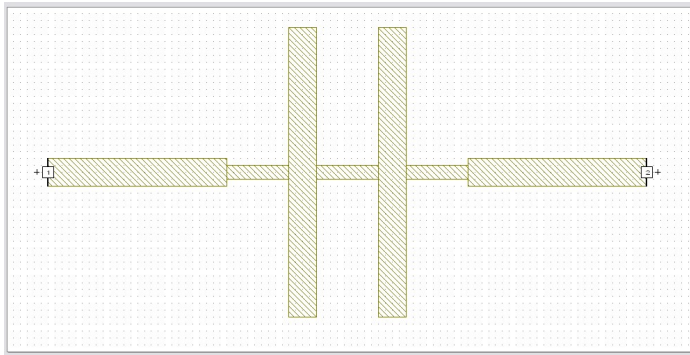

Рис. 12. Вид ФНЧ в полосковом исполнении
- используя данные команды, рисуем выбранную топологию (рис.12).